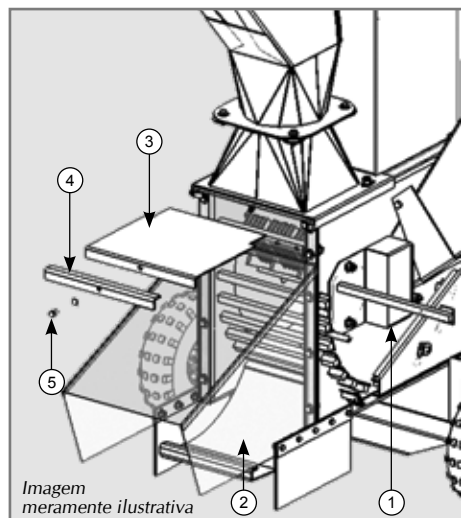

Fig. 1
Na saída inferior estão fixadas várias hastes quadradas removíveis (1). Quando é retirada a haste superior, uma placa basculante (2) libera a saída do material triturado para baixo. Para fazer uso desta saída, é necessário que a placa de fechamento (3) seja fixada na saída superior. A cantoneira (4) precisa ser retirada, através do afrouxamento do parafuso (5). Em seu lugar deve ser montada a placa de fechamento (3), para que a saída superior fique fechada (Fig. 1).